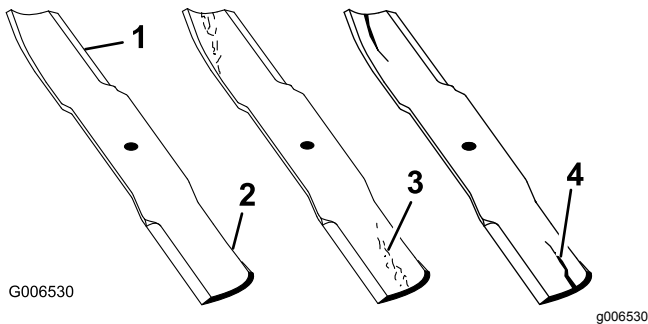

Figure 31
2. Examinez attentivement les tranchants de la lame, particulièrement au point de rencontre de la partie plane et de l'ailette (Figure 31). Le sable et les matières abrasives peuvent éroder le métal à cet endroit, c'est pourquoi il est important de contrôler l'état de la lame avant d'utiliser la machine. Remplacez la lame si elle est usée (Figure 31) ; voir Dépose et pose des lames (page 23).
Si la lame est trop usée, une entaille se forme entre l'ailette et la partie plane (Figure 31). La lame peut alors se briser et un morceau être projeté du dessous de la machine, vous blessant gravement ou une personne à proximité.